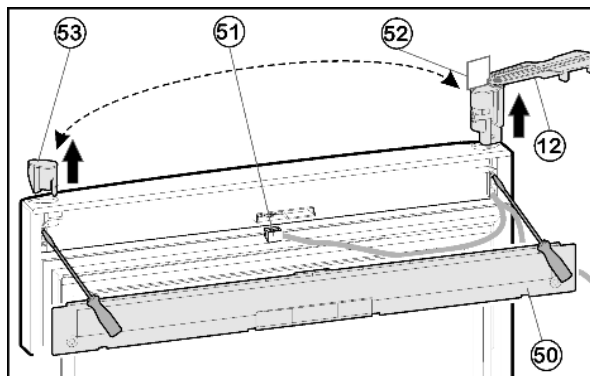

Fig. 9
- Kryt Fig. 9 (50) na dveřích sejměte šroubovákem.
- Konektor Fig. 9 (51) odpojte.
- Na horních dveřích otočte stojan ložiska Fig. 9 (12) ven rovnoběžně s hranou dveří.
- Stojan ložiska Fig. 9 (12) zespol vysuňte pomocí šroubováku a kompletně i s kabelem ze dveří odstraňte.
- Zátky Fig. 9 (53) vysuňte zespol pomocí šroubováku a zastrčte na druhé straně.
- Kabel stojanu ložiska Fig. 9 (12) zasuňte na protější straně a stojan ložiska nasadte.
- Šablonu Fig. 9 (52) vytáhněte a připevněte ve stojanu ložiska.
- Zástrčku Fig. 9 (51) zapojte.
- Kryt Fig. 9 (50) na dveřích zaklesněte.